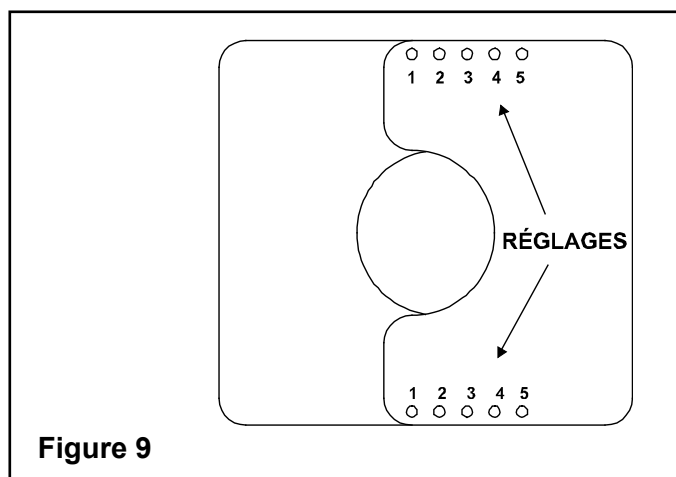

Figure 9
4. Centrez le restricteur du conduit de fumée sur l'évent et fixez en place à l'aide de deux vis auto taraudeuses (voir la figure 9).